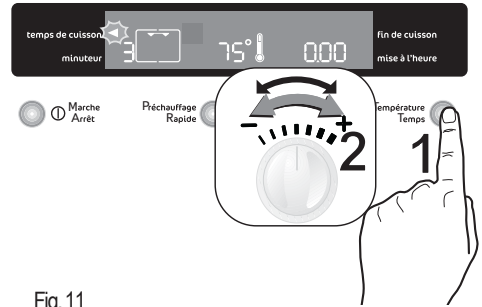

Fig. 11
2. Appuyez sur la touche "**Température/ Temps**" pour sélectionner la fonction "**Temps de cuisson**". Le voyant "**temps de cuisson**" ► clignote et «0.00» s'affiche (Fig. 11).
5. Pour éteindre l'alarme sonore, appuyez sur la touche "**Marche / Arrêt**" ①.